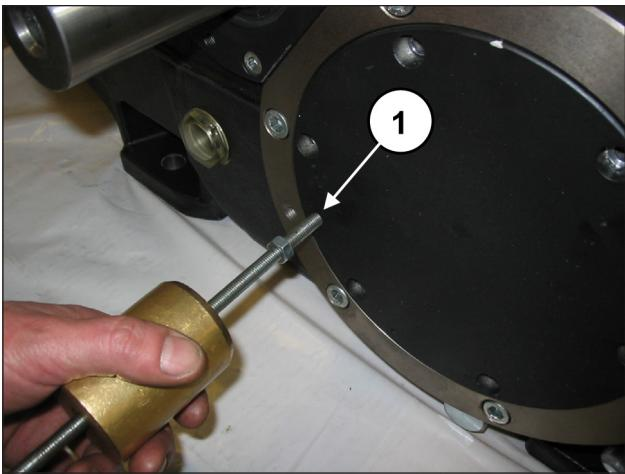

Рис. 11
Для удобства демонтажа используйте 2 штифта или винта M8 (поз. ①, Рис. 11), выступающих в роли съемников. Снимите уплотнительное кольцо круглого сечения (O-ring), если необходимо - замените.